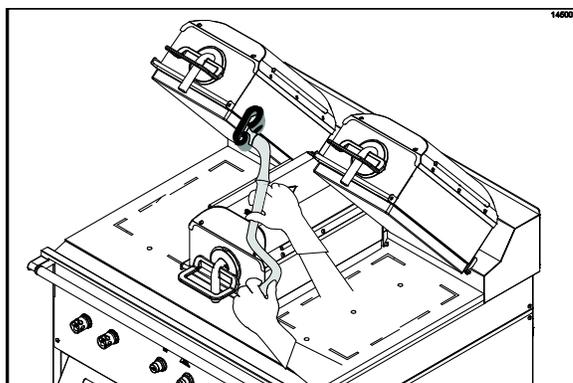

Figura 55
22. Aplique el limpiador de parrillas a los bordes interiores de las placas derecha e izquierda. (Vea la figura 55.)